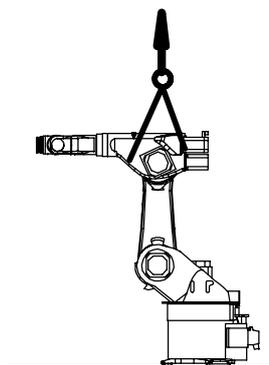

Fig. 116 Blocage du bras (schéma)
- (1.1) Amener l'épaule à la verticale et le bras – si cela est encore possible – à l'horizontale (Fig. 116).
- (1.2) Bloquer le bras de manière appropriée, par ex. avec un dispositif de levage ou une cale par le bas (Fig. 116).
- (4) Fixer l'entraînement de l'axe majeur A3 (5) avec quatre vis à six pans creux M12x30 (1) sans oublier les rondelles-frein.
- (5) Serrer en croix avec une clé dynamométrique les quatre vis à six pans creux (1) jusqu'à l'obtention du couple de serrage M_A prescrit en procédant par étapes ($M_A = 78 \text{ Nm}$).
- (6) Connecter les connecteurs XM3 et XP3 aux connecteurs femelles (3, 4).
- (7) Enlever le dispositif de levage (6).
- (8) Enlever le dispositif de levage ou la cale du robot (Fig. 116).
- (9) Le cas échéant, amener le robot en position de montage (voir le chapitre 7, "Mise en place, raccordement, échange").
- (10) Procéder au réglage du point zéro (voir manuel logiciel KR C4, chapitre "Mise en service", paragraphe "Calibration/Décalibration du robot").